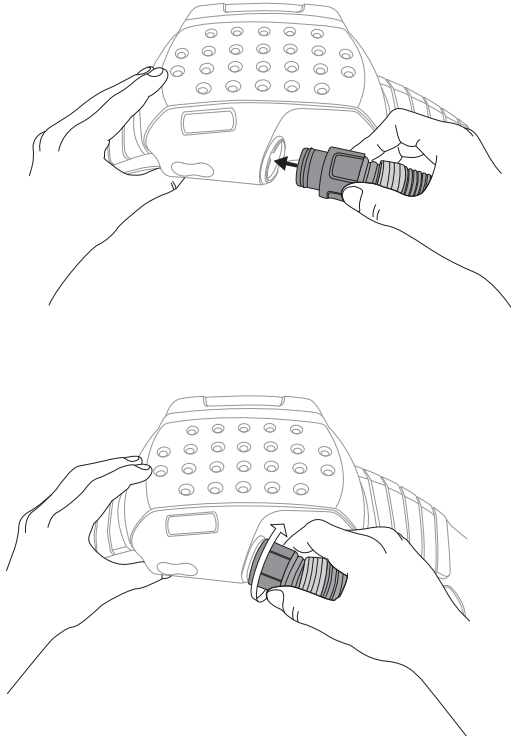

Fig. 31g
- viii. Conecte el tubo de respiración a la unidad PAPR y, luego, conecta la luz de servicio a la batería de ion-litio 3M™ Adflo™, asegurándola en su lugar con el cierre de gancho y bucle que sujeta la unidad PAPR a la correa (Fig. 31g y 31h).